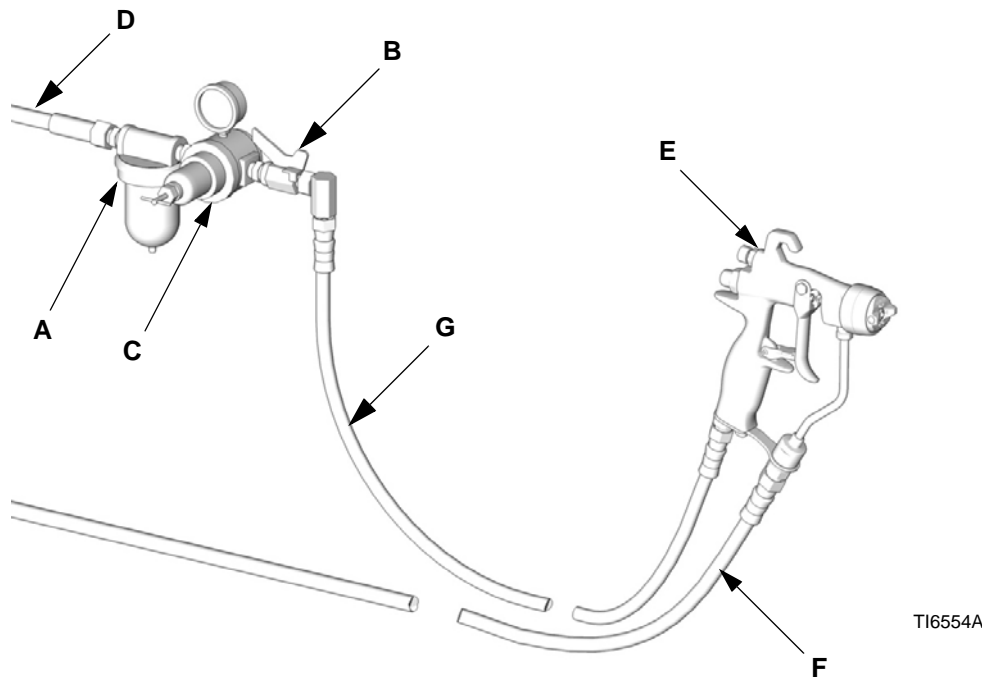

FIG. 1: Instalación típica (Modelo G15 representado)
La instalación típica mostrada en FIG. 1 es sólo una guía para seleccionar e instalar el sistema de pulverización asistida por aire. Contacte con su distribuidor Graco para planificar el sistema de acuerdo con sus necesidades.
1. Instale un filtro de aire (A) en la línea de aire de la pistola para garantizar un suministro de aire limpio y seco a la misma. La suciedad y la humedad pueden arruinar la apariencia del acabado final de la pieza trabajada. Vea FIG. 1.
2. Instale un regulador de presión de aire (C) en cada una de las líneas de aire de la pistola para controlar la presión de aire que llega a la misma.
3. Instale una válvula de cierre de aire (B) en la línea de aire de la pistola y en la línea de aire de la bomba, para cerrar el paso de aire a la pistola.